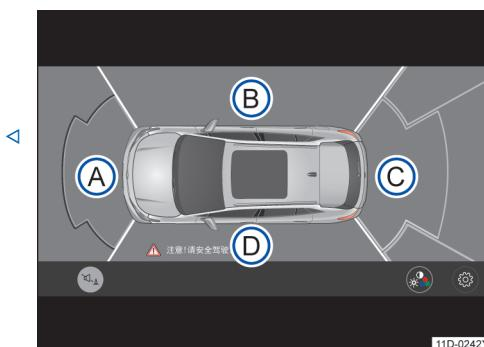

图 114 全景摄像系统显示：鸟瞰图
→ 图 114 的图例：
→ 图 114。通过点击汽车区域可以选择鸟瞰图。
通过点击鸟瞰图→图 114 (A) 至 (D) 的各个区域或微型鸟瞰图，可以选择相应的摄像头图像显示。